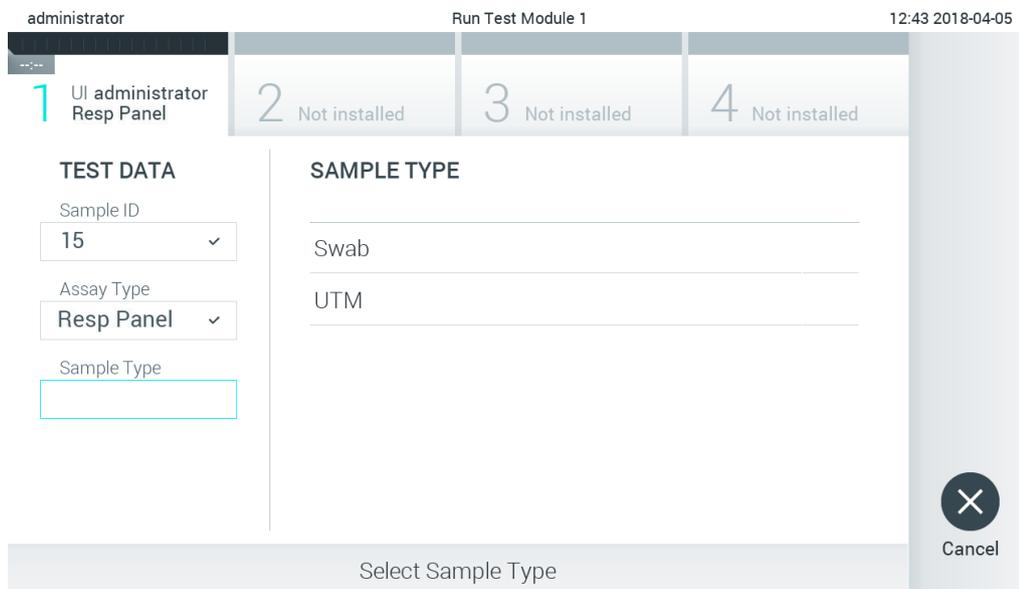

Figura 85. Selección del tipo de muestra.
5. Se introducirá automáticamente el campo Assay Type (Tipo de ensayo) y, en caso necesario, deberá seleccionarse manualmente un Sample Type (Tipo de muestra) adecuado de la lista (figura 85).